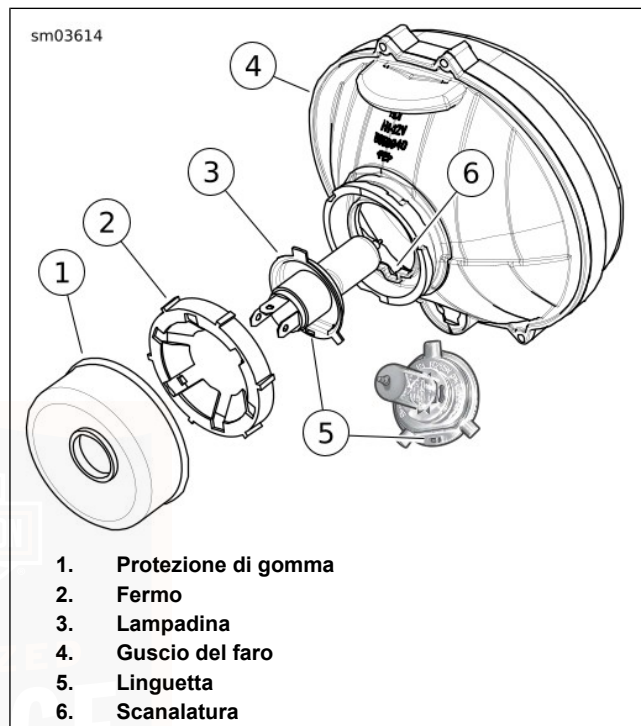

Figura 64. Guscio del faro anteriore
1. Vedere Figura 64. Rimuovere la protezione di gomma (1).
2. Ruotare il fermo (2) in senso antiorario e rimuoverlo.
4. Vedere Figura 64. Inserire la **nuova** lampadina nel guscio del faro anteriore. Accertarsi che la linguetta (5) sulla lampadina sia allineata con la scanalatura (6) nel guscio della lampadina.
5. Installare il fermo (2) e ruotarlo in senso orario per fissarlo.
6. Installare la protezione di gomma (1) sul fermo in modo che sia allineato con la base del portalamпада.